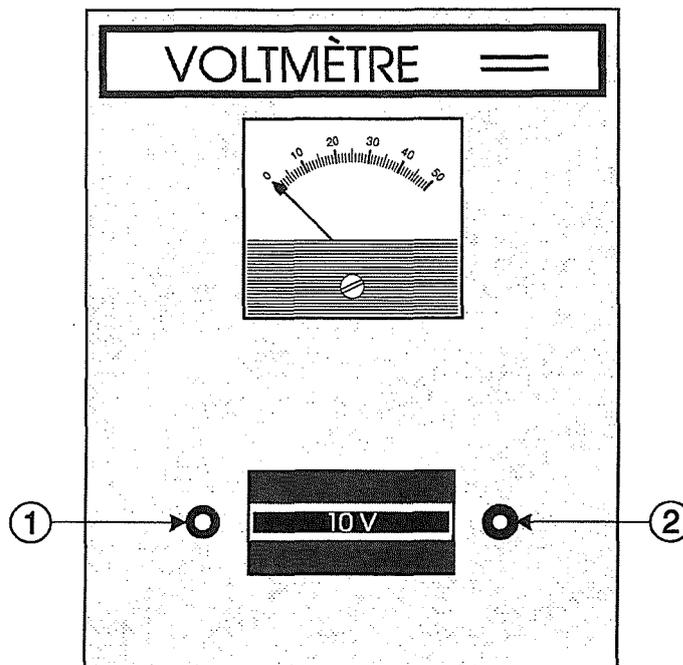

Figure 2.1
3.3. Connecter le voltmètre à la pile de 4,5 V en ayant soin de raccorder la borne positive de la pile à la borne rouge du voltmètre (borne 1 de la fig. 2.1) et la borne négative de la pile à la borne noire du voltmètre (borne 2 de la fig. 2.1).